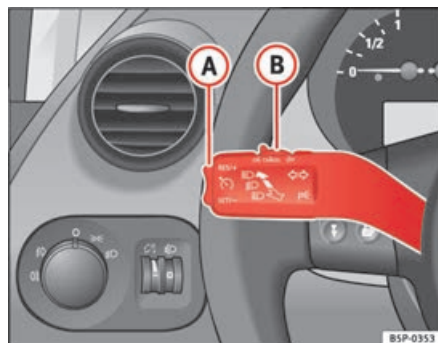

Fig. 149 Alavanca dos indicadores de direcção e máximos: comando e interruptor basculante para o regulador de velocidade
- Premir a parte superior do interruptor basculante **RES/+** ⇒ fig. 149 **A** para aumentar a velocidade. Enquanto o interruptor basculante estiver a ser premido, o veículo é acelerado. Soltando o interruptor basculante, é memorizada a nova velocidade.
Se se reduzir a velocidade com o pedal do travão, desliga-se o controlo da velocidade programada. Se deseja activar de novo o regulador, premindo uma vez a parte superior do interruptor basculante **RES/+** ⇒ fig. 149 **A**.